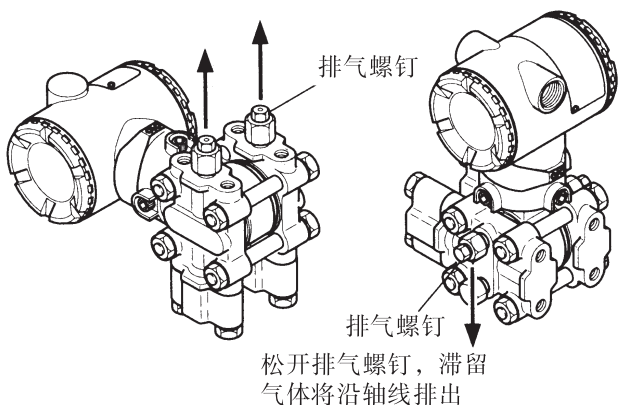

图 7.5.2 变送器的排气
- 缓慢拧开排气螺钉, 排出测压部内气体(见图 7.5.2)。